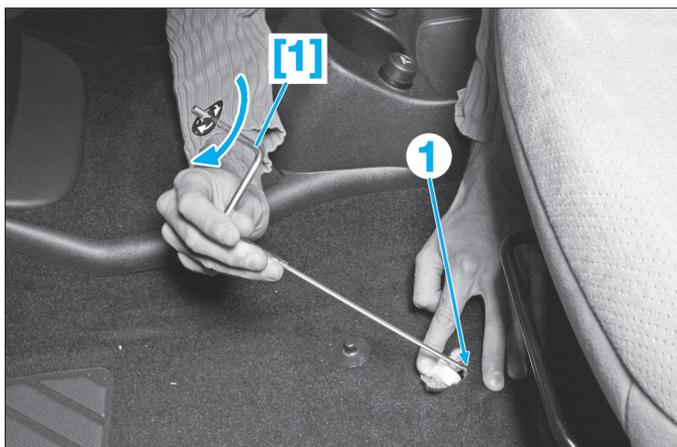

Fig. 33
- [1]. Outil de déverrouillage du frein de stationnement (fourni dans le lot de bord) (Fig.33).
- Engager l'outil [1] de déverrouillage dans le tube guide (1) (Fig.33).